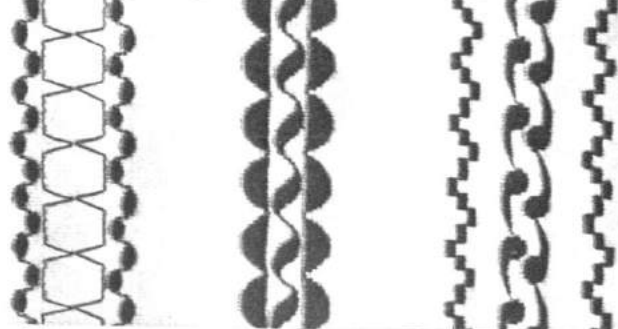

Fig. 75
- b) Combinaisons de différentes coutures, voir fig. 75